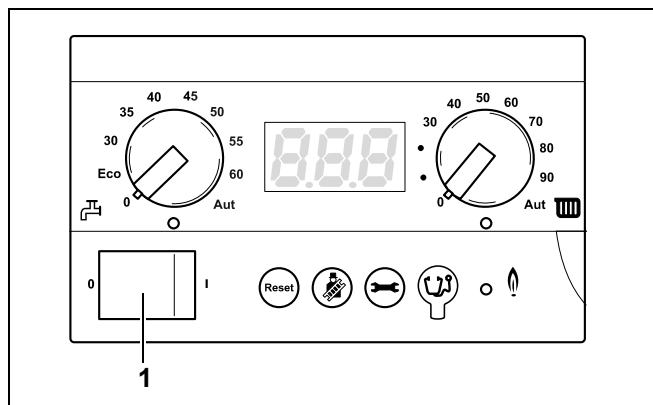

Рис. 22 Главный регулятор BC10
- Выключить отопительную установку пусковым выключателем на BC10 (рис. 22, поз. 1).
- Выключить отопительную установку пусковым выключателем на BC10 (рис. 22).
- Оставить пусковой выключатель на BC10 (рис. 22) в положении "1".